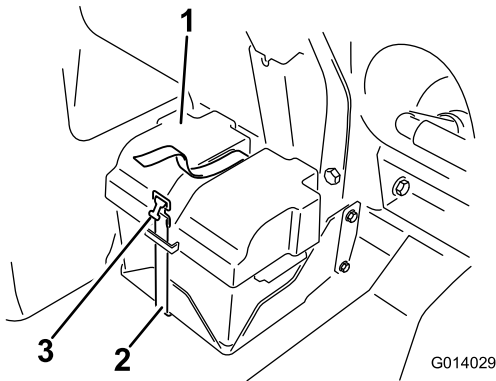
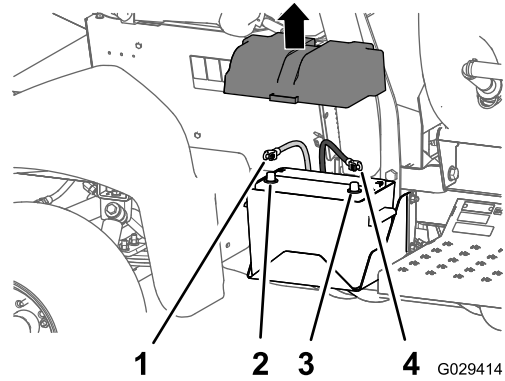

图 1
图 2
4. 拆下电池盖从电池电极上断开负极电池线黑色—接地线图1和图2。
5. 从电池电极上断开正极红色接线图2。